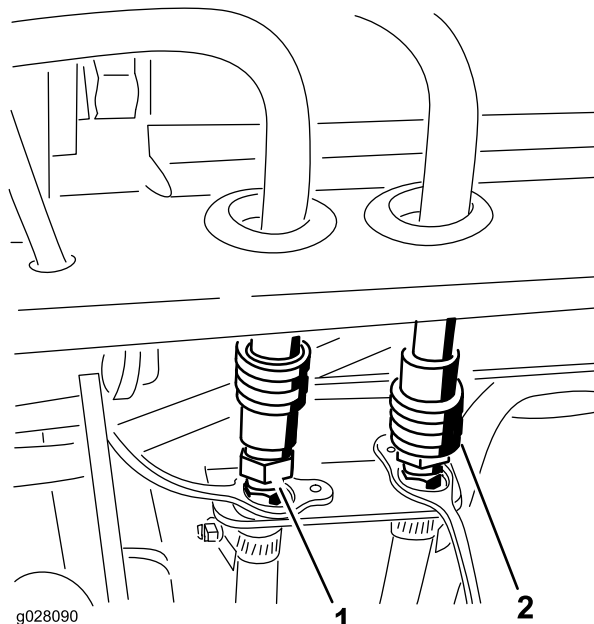

図 124
54. キャブ用の高圧側および戻り側のホースを、後フレームマウントのクイックカップラに接続する 図 124。